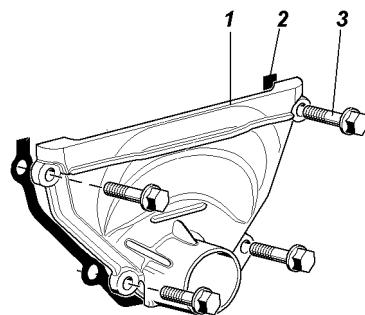

Рис. 4.25. Снятие передней крышки головки цилиндров:
- снимите переднюю крышку головки цилиндров (рис. 4.25);